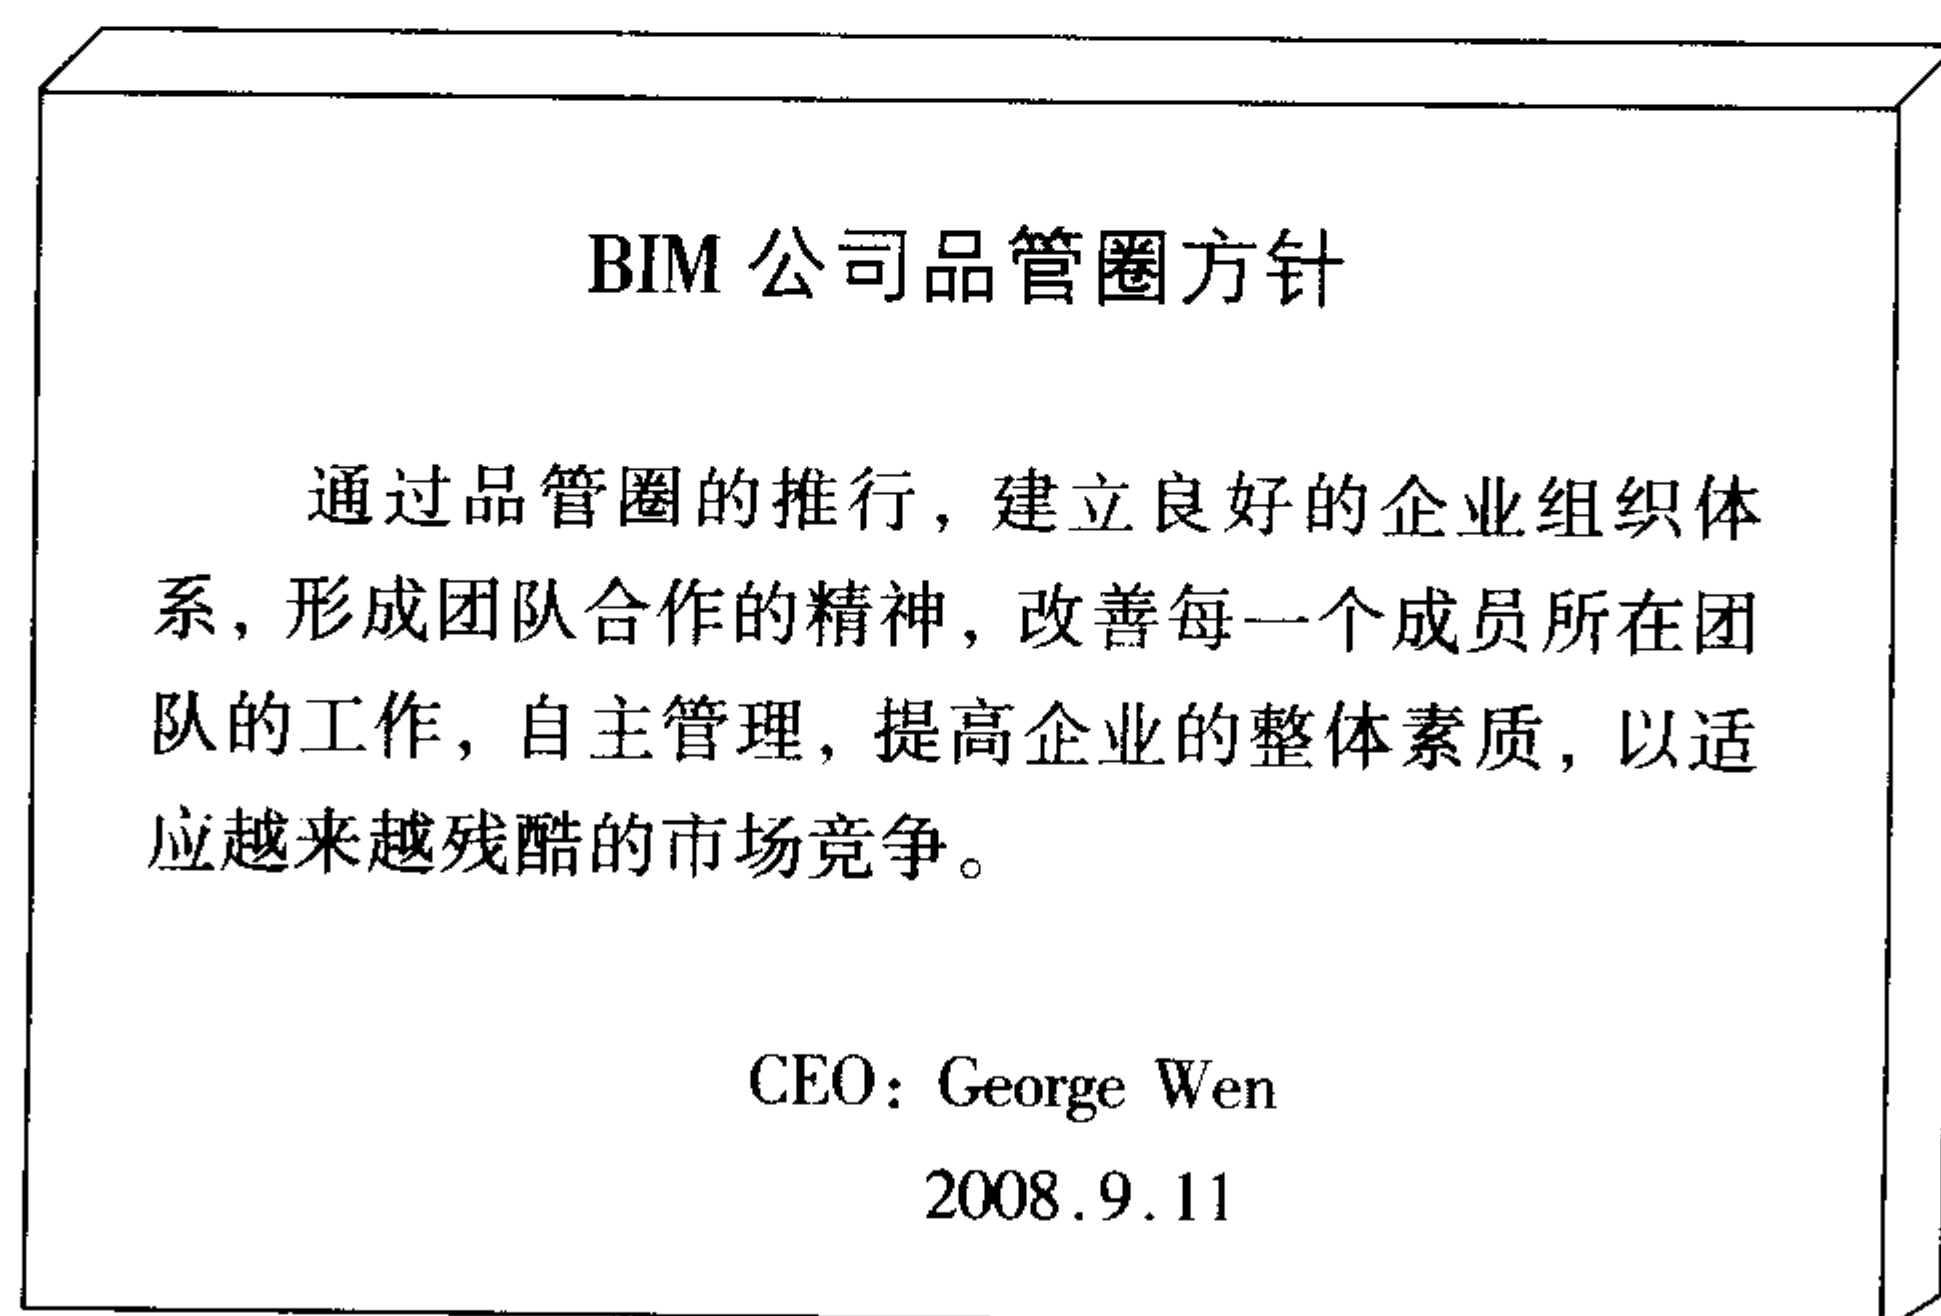

图 2-3
(1) 品管圈推进的方针政策。品管圈推进的方针政策要与企业经营发展的战略目标相一致，通过品管圈活动的推行，提高企业员工素质，通过自主管理，改善品质，提高企业的经济效益，如图 2-3 所示。